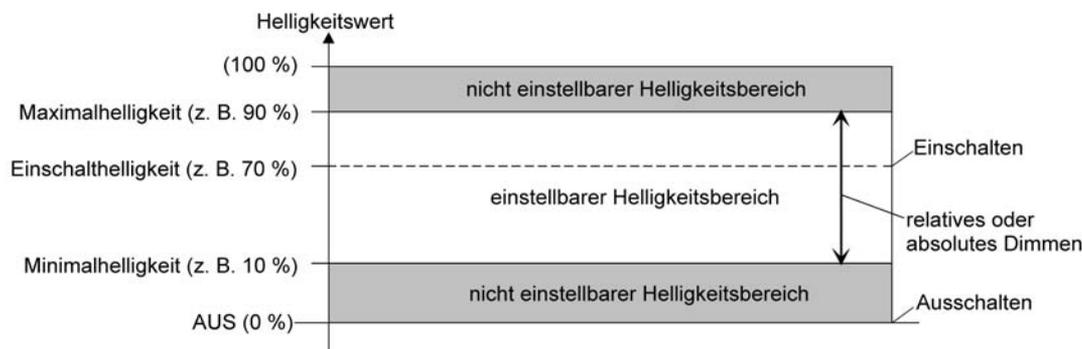

Bild 12: Beispiel eines Helligkeitsbereiches mit Minimalhelligkeit
- Definition der unteren Helligkeitsgrenze mit Minimalhelligkeit (Bild 12):
- i** In der Betriebsart "Drehzahlsteller" bei der Gerätevariante "1fach" kann - analog zur Beschreibung der Helligkeitswerte für eine Beleuchtungssteuerung in diesem Kapitel - die Minimaldrehzahl in der ETS konfiguriert werden (Bild 12). Die alternative Konfiguration einer Grunddrehzahl ist hierbei aus technischen Gründen nicht vorgesehen. Die Maximaldrehzahl ist ebenfalls nicht per Parameter einstellbar. Sie ist fest auf 100 % vorgegeben. Die Einschalt-drehzahl ist unveränderbar auf Maximaldrehzahl (100 %) vorgewählt. Die Unterschiede der Betriebsart "Drehzahlsteller" im Vergleich zur Betriebsart "Beleuchtungssteuerung" sind detailliert im Kapitel "Besonderheiten in der Betriebsart Drehzahlsteller" nachzulesen (siehe Seite 109).